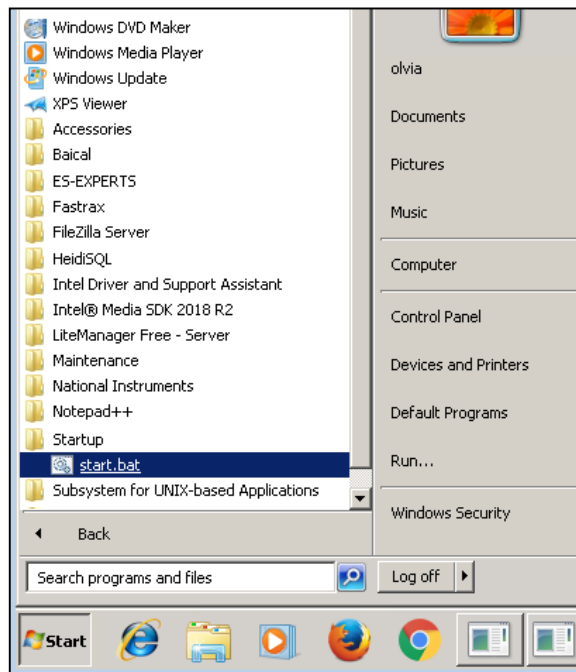

Рисунок 5 – Запуск основного ПО через ярлык
- - Windows 7 - папка Start\All Programs\Startup (Рисунок 5);